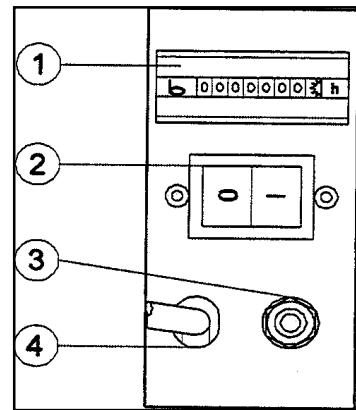

Рис. 4
Гигростат подключается к специальному контактному гнезду (3), расположенному сбоку агрегата. Располагать гигростат следует как можно дальше от осушителя для исключения непосредственного влияния на гигростат сухого воздуха, выходящего из осушителя. Электроцепь управления гигростата - 12 В перемен. тока. На Рис. 4 показаны: счетчик рабочего времени (1), выключатель электропитания (2), контактное гнездо для подключения гигростата (3), отвод силового кабеля (4).
После подключения гигростата к контактному гнезду (см. рис. 4, поз. 3) запуск осушителя производится таким же образом, как описано в п.4.1. Если относительная влажность воздуха в помещении выше заданного значения гигростата, агрегат будет работать на осушение. После достижения установленного значения влажности работа агрегата прекращается, но зеленая индикаторная лампочка не выключается. Как только относительная влажность начнет превышать уставку, опять происходит автоматический запуск компрессора осушителя. При необходимости полного отключения осушителя, например, для слива воды из водосборника, требуется установить выключатель в позицию 0.